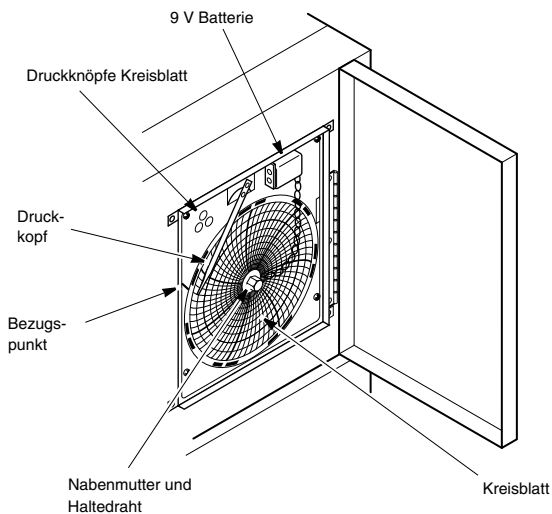

Abbildung 2. Kreisblattschreiber
- Die Hauptanzeige (Abbildung 2 auf Seite 3, #1) und das Thermometer (#2) zeigen die Wärmealarmtemperatur.